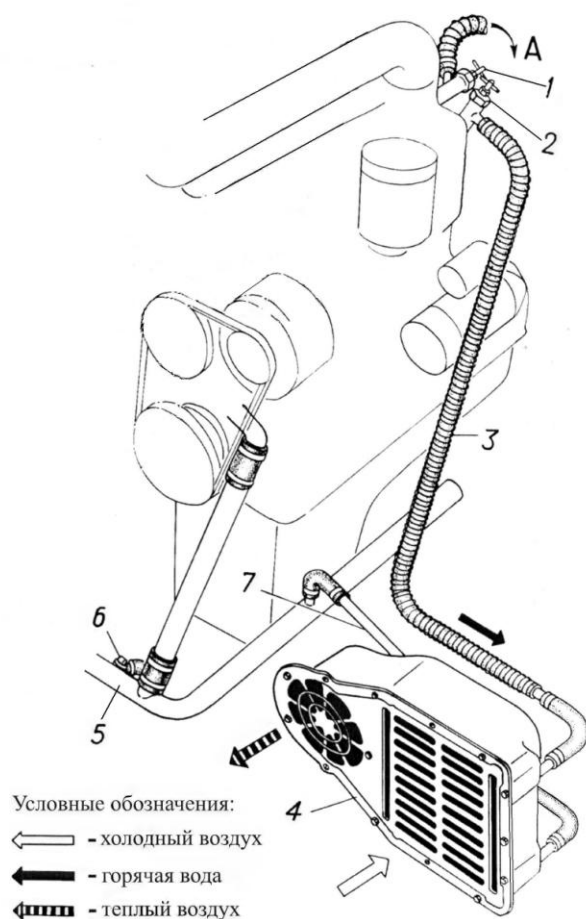

Рис. 8.2. Схема системы отопления кузова:
Отопитель кузова 4 (рис. 8.2) установлен в правой нижней задней части моторного отделения, где он крепится к листу моторной перегородки. Воздух
- краниками 1 и 2(рис. 8.2), ввёрнутыми в переходник на заднем торце двигателя.